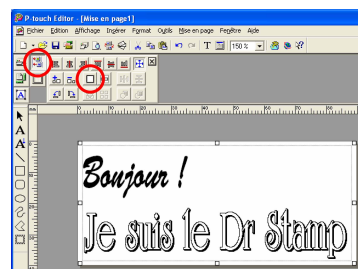

figure 9
- 3 Cliquez sur le menu Maximum dans Propriétés de mise en page (voir la figure 9).